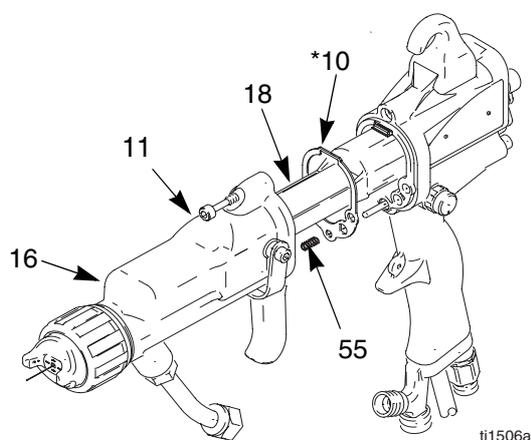

Abb. 16. Pistolenkörper einbauen
1. Darauf achten, daß die Dichtung (10*) und die Erdungsfeder (55) an ihrem Platz sind. Auch die Luftlöcher müssen richtig ausgerichtet sein. Bei Beschädigung auswechseln. Siehe Abb. 16.
2. Pistolenkörper (16) über den Hochspannungserzeuger (18) und auf den Pistolengriff (17) schieben.
3. Die drei Schrauben (11) abwechselnd und gleichmäßig anziehen (etwa eine halbe Drehung nach sattem Anziehen).